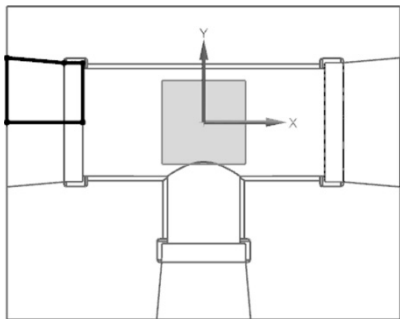
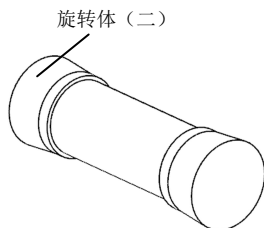

图 6-27 绘制截面
图 6-28 创建旋转体 (二)
(44) 选取“菜单 | 格式 | 图层设置”命令，显示其他图层。
(45) 选取“菜单 | 插入 | 设计特征 | 旋转”命令 ，选取 XOY 平面为草绘平面， X 轴为水平参考，绘制一个截面，如图 6-27 中的粗线所示。
(46) 单击“完成”按钮 ，在【旋转】对话框中对“指定矢量”选取“ $XC \uparrow$ ”按钮 ，把“旋转点”设为 $(0, 0, 0)$ ，“开始角度”设为 0 ，“结束角度”设为 360° ，对“布尔”选取“无”。
(47) 单击“确定”按钮，创建旋转体 (二)。
(48) 选取“菜单 | 格式 | 图层设置”命令，关闭其他图层，只显示第 2 层的实体，如图 6-28 所示。